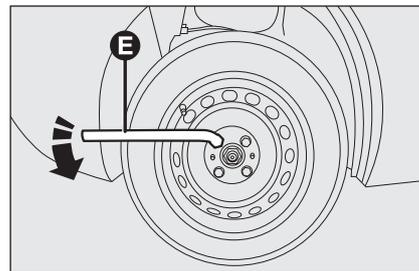

fig. 4
- allentare di circa un giro i bulloni di fissaggio della ruota da sostituire con la chiave in dotazione **E-fig. 4**;